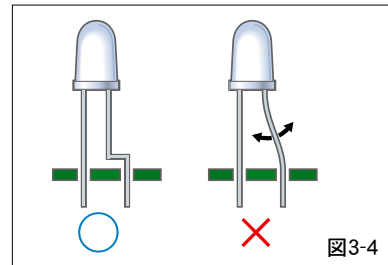

図3-4
- ④フォーミングピッチは取り付け基板のLED挿入穴ピッチに合わせて行ってください。
- ⑤フォーミングを行う場合は、必ずはんだ付け前に行ってください。
- ⑥リードに応力の加わる状態での取り付けは行なわないでください。（図3-4）